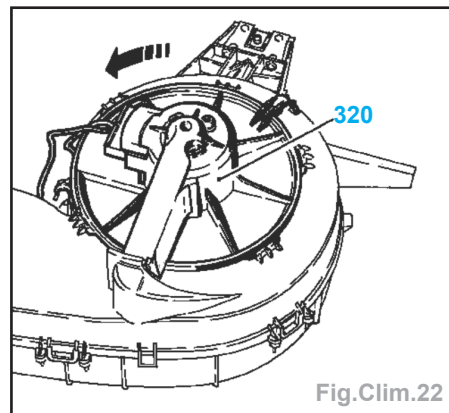

Fig.Clim.22
- Tourner le motoventilateur (320) dans le sens horaire pour le déclipser du groupe et l'extraire vers le bas (Fig.Clim.22).